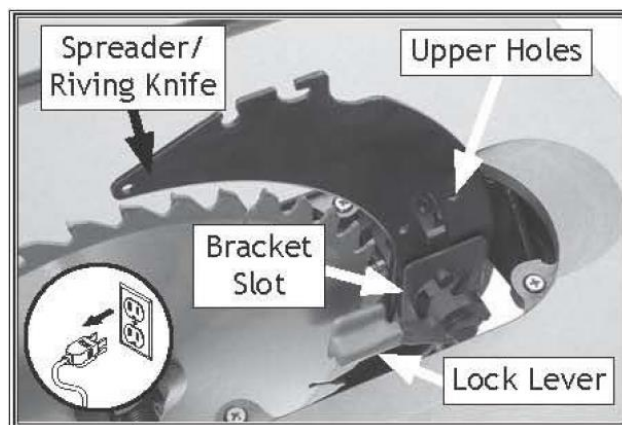

Рисунок 55. Рычаг блокировки, используемый для крепления распределителя.
4. Вставьте верхний набор отверстий на расклинивающем ноже в прорезь кронштейна и затяните рычаг блокировки, чтобы закрепить расклинивающий нож (см. рисунок 55).